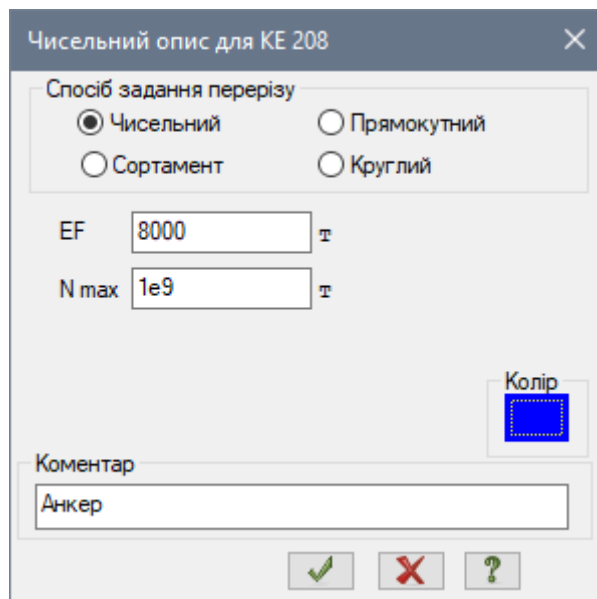

Рис. 10.13. Діалогове вікно **Чисельний опис для KE 208**
- В діалоговому вікні **Чисельний опис для KE 208** (рис. 10.13), при увімкненій радіо-кнопці способу задання перерізу **Чисельний**, задайте параметри перерізу анкерів: